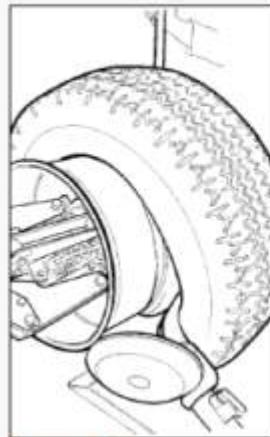

Рисунок 18
- поверните съемный рычаг на 180° и вставьте его между диском и бортиком (см. рис. 18). Перемещайте его, пока бортик не окажется на краю диска (лучше делать это на врашающемся колесе).